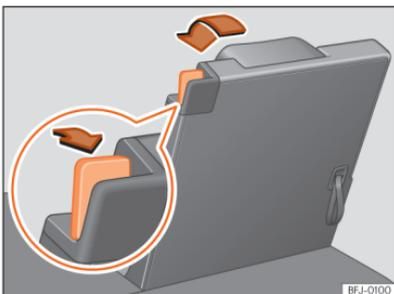

Fig. 196 Terceira fila de bancos: colocar o banco em posição de piso de carga.
- Puxe o manípulo de desbloqueio »»» Fig. 196 totalmente para trás para desbloquear o encosto do banco.
- Puxe o laço situado no encosto do banco »»» Fig. 196 para levantar o encosto. **OU:** levante o encosto do banco com a mão a partir do habitáculo.
- A marca vermelha do manípulo de desbloqueio »»» Fig. 196 deverá deixar de se ver.
- Uma marca vermelha no manípulo de desbloqueio >>> Fig. 196 indica que o encosto não está encaixado. Se o encosto estiver bem encaixado, a marca não se vê.